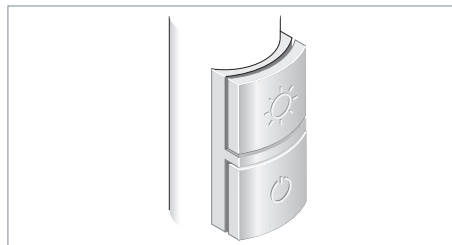

Fig. 16: elemento di comando con apparecchio d'illuminazione a comando sincrono (standard).
- elemento di comando con apparecchio d'illuminazione a comando sincrono (standard), vedi Fig. 16
- Premere il tasto superiore o inferiore, vedi Fig. 16.
- Premere il tasto inferiore, vedi Fig. 16.
- Premere il tasto superiore e tenerlo premuto, vedi Fig. 16.